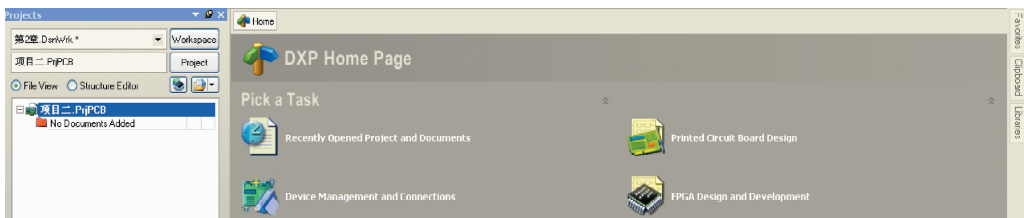

图 2.3 新建的“项目二.PRJPCB”的工程文件
(1) 按照项目一中介绍的方法在指定路径下建立一个文件夹，在刚建立的文件夹下新建一个工程项目文件，图 2.3 所示为新建了一个名为“项目二.PrjPCB”的工程文件。
(2) 在图 2.3 所示的界面中执行菜单命令“File”→“New”→“Schematic”或在“项目二.PrjPCB”名称上单击鼠标右键，在快捷菜单中选择“Add New to Project”→“Schematic”，则在左边的“Projects (项目)”面板中出现了“Sheet1. SchDoc”的文件名，同时在右边打开了一个原理图文件。
(3) 继续执行菜单命令“File”→“Save”，系统弹出保存原理图文件的对话框，选择工程项目文件“项目二.PrjPCB”所在文件夹，并将该原理图文件命名为“单管放大器电路图.SchDoc”，单击“保存”按钮。